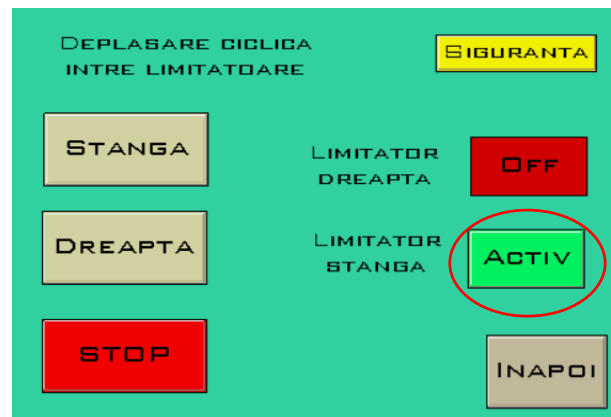

Figura 34. Limitatorul din partea stângă acționat
e. Atunci când platoul trece peste limitatorul din partea stângă, cu adresa 0.07, acesta decelerează urmând să se oprească, iar pe interfața HMI-ului, se va activa butonul “Limitator stânga” . – figura 34